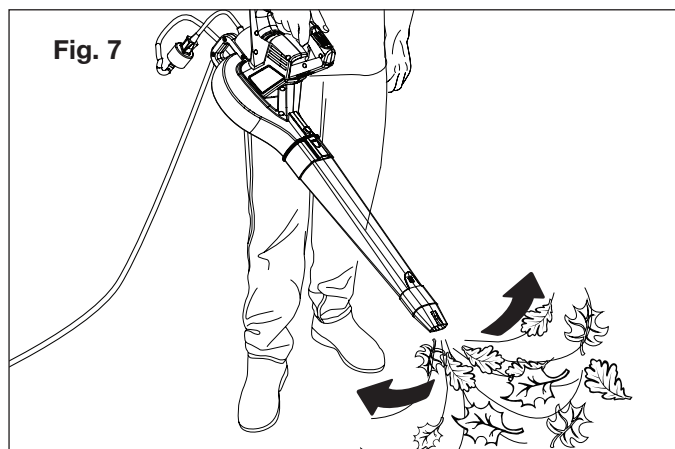

Fig. 7
- Tenez fermement le souffleur, la main dominante sur la poignée de l'outil. Balayez transversalement, la buse étant à plusieurs centimètres au-dessus du sol (Fig. 7).